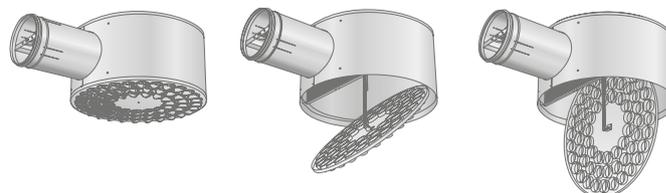

Figure 2. Face avant du diffuseur, montée sur ressorts.
- Pour accéder aux gaines, tirer légèrement la face avant du diffuseur, celle-ci étant montée sur ressorts, et la faire basculer, voir figure 2.